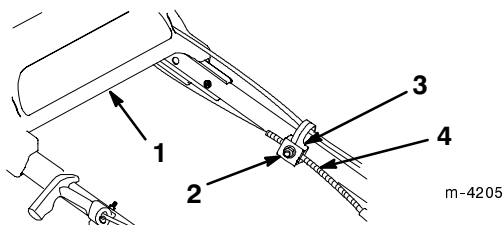

Figure 26
3. Desserrez l'écrou du support de guidage du câble (Fig. 26).
6. Baissez la gaine du câble (vers la tondeuse) pour éliminer le mou du câble (Fig. 26).
7. Tout en maintenant la gaine dans cette position, desserrez le support de transmission et serrez l'écrou sur le support du câble (Fig. 26).